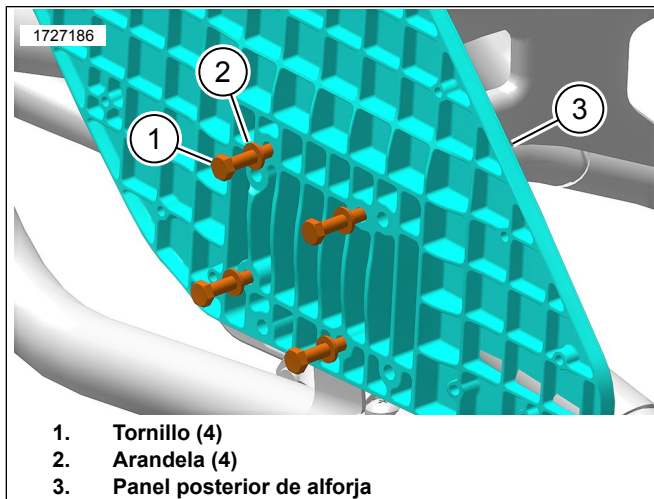

Figura 4. Instalar los tornillos
2. Consulte la Figura 4. Instale las arandelas (2) en los tornillos (1).